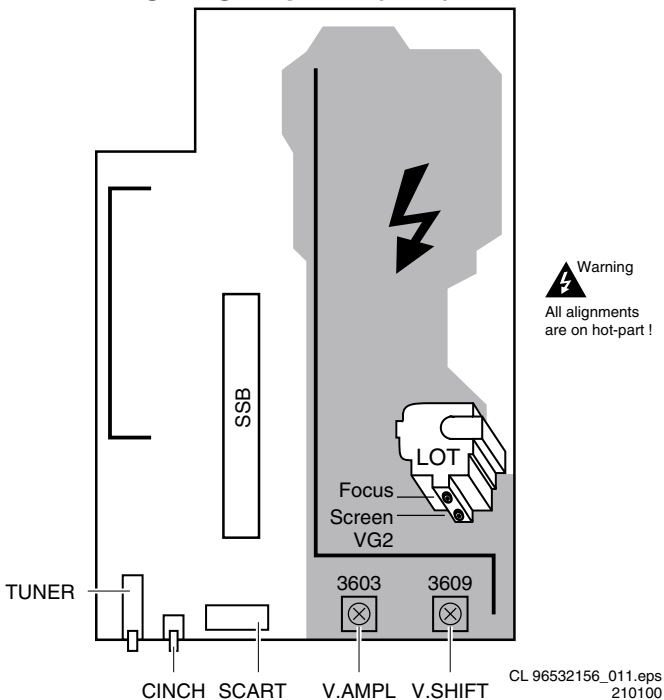

Figure 8-1
2. Réglez le potentiomètre de mise au point (potentiomètre supérieur, voir figure 8-1) pour une mise au point globale optimale de l'image.
4. Réglez le potentiomètre Vg2 (potentiomètre inférieur, voir figure 8-1) de sorte que l'impulsion de mesure avec le niveau indiqué comme le plus élevé soit sur le niveau $160 \pm 3\text{ VCC}$.
2. Réglez l'amplitude verticale avec R3603 (voir Fig. 8-1) de sorte que le modèle complet de test soit visible.
2. Réglez le centrage vertical avec R3609 (voir Fig. 8-1) de sorte que la mire de test soit située verticalement dans le milieu.